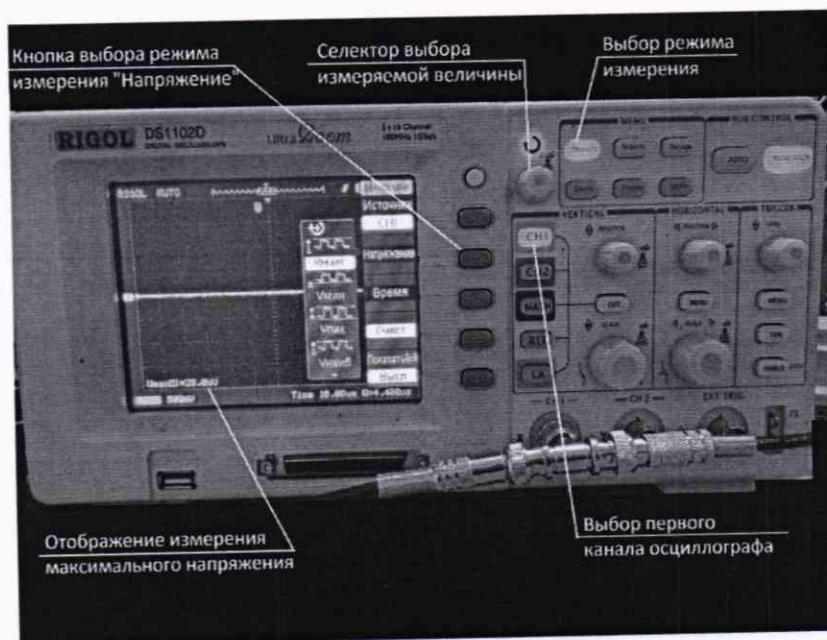

Рисунок 10 – Выбор канала и вывод на экран измерений U_{max} и $U_{скз}$
- вывести отображение первого канала нажатием кнопки CH1 на осциллографе (рисунок 10);
- кнопкой выбора режима «Напряжение» вывести на экран отображение величин U_{max} и $U_{скз}$ (рисунок 10). Для этого нажмите кнопку «Measure», в появившемся меню на экране нажмите на кнопку около надписи «Напряжение», селектором выберите нужные режимы и нажатием на селектор выведите на экран измерения;